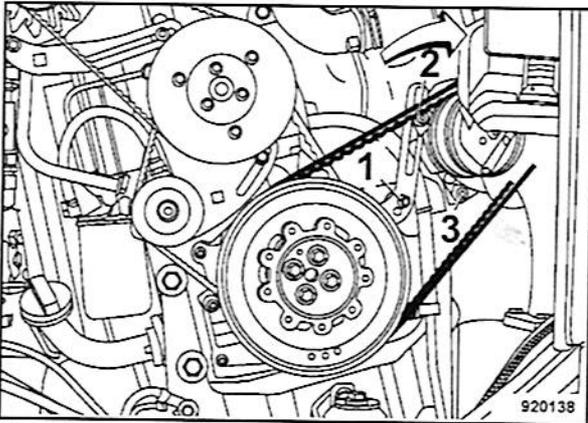

Fig. 158
- Soltar ligeramente los tornillos de fijación 1, 2 y 3 (Fig. 158).